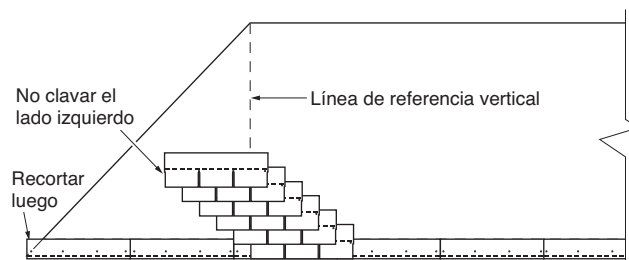

Figura 9-3: Sección 1-A
- Aplique la primera teja de cada hilera sobre la primera hilera superponiendo la línea de referencia en la cantidad requerida como se indica en las instrucciones de aplicación del producto. **NO** clave el extremo izquierdo de las tejas en este momento. (Habrá un total de cuatro o seis hileras por sección diagonal según el producto que se instale). (Consulte la Figura 9-3.)